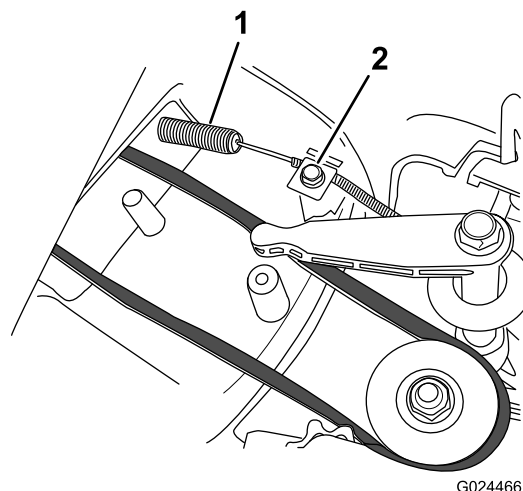

Figura 32
4. Instale el nuevo cable del freno de la cuchilla, pero no apriete la abrazadera de la parte superior de la carcasa de corte (Figura 32).
5. Afloje el tornillo de la abrazadera (Figura 32).